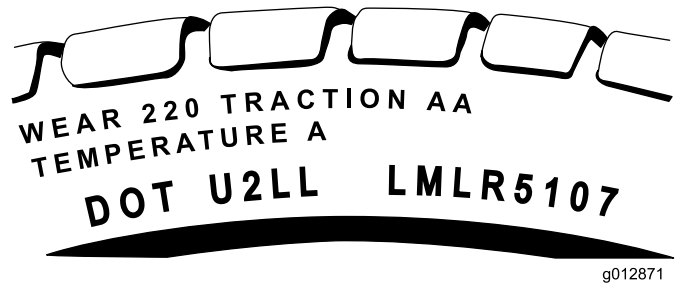

Figure 31
- Localisez les numéros d'identification du pneu du Ministère des transports (Figure 31).